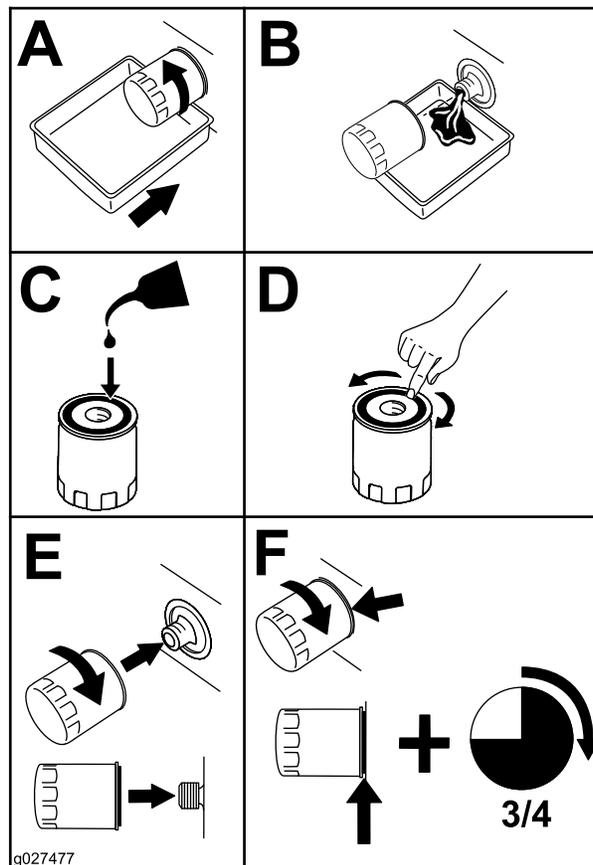

Figura 55
- Cambiate il filtro dell'olio del motore (Figura 55).